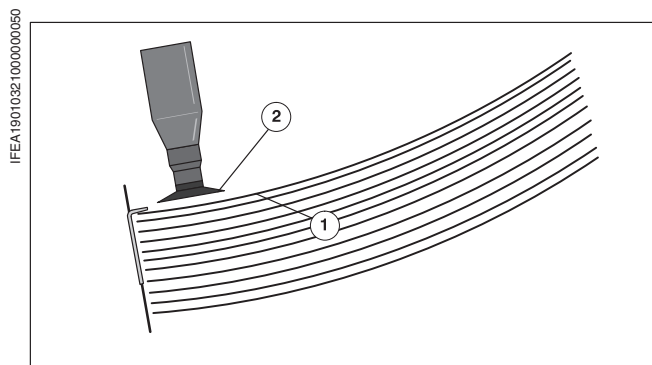
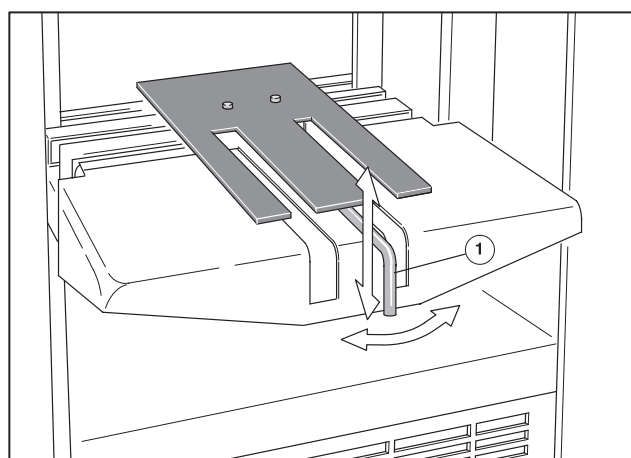

Рис. 40 Выравнивание поверхности стапеля
Рис. 41 Рычаг для выравнивания поверхности стапеля
- ❶ После загрузки печатного материала выровнять при помощи рычага поверхность стапеля (Рис. 40/❶) на наклонном накладном столе (Рис. 41/❶) таким образом, чтобы верхний конверт лежал параллельно щуповой штанге и параллельно нижней кромке присосов (Рис. 40/❷).